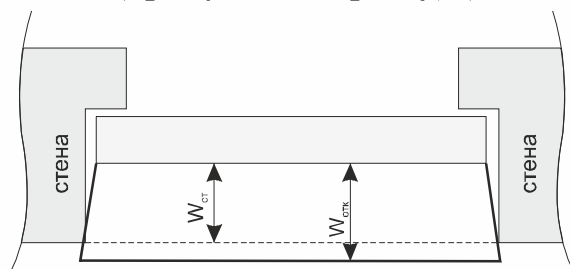

Рис. 15
- 6 Ширина откосов ($W_{отк}$) = расстояние от плоскости рамы нового окна до края стены ($W_{ст}$) 20мм. (припуск на обрезку) (Рис.15).